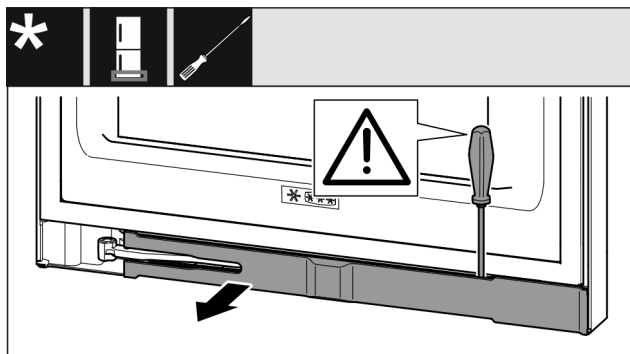

Fig. 13
- ▶ Odvijačem s ravnom glavom odvojite masku i zakrenite je na stranu. (pogledajte Fig. 13)